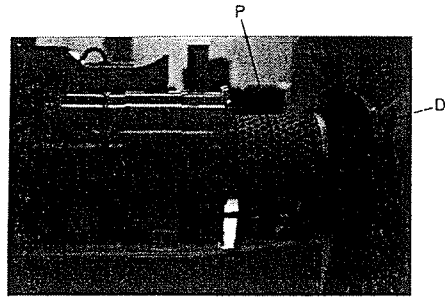

Bild 21
- Nach dem Einsetzen der gereinigten oder neuen Filterpatrone Verschlußdeckel " D " montieren. (Bild 21)